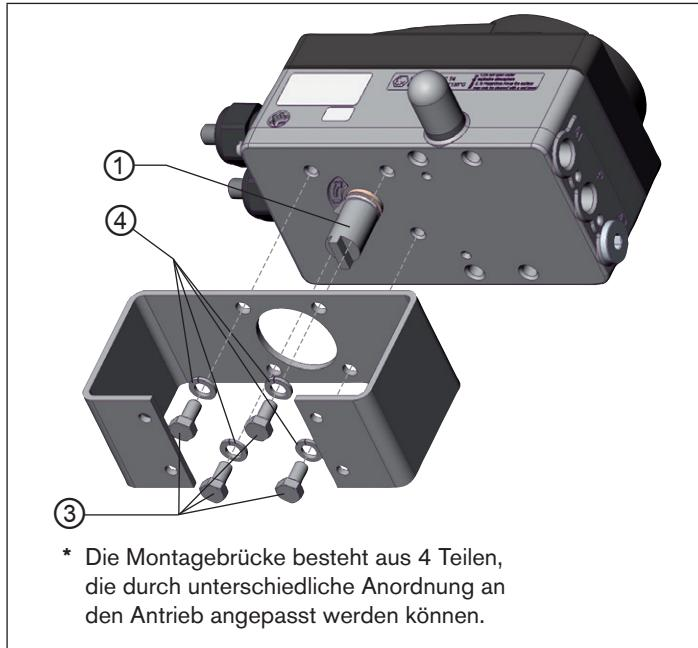

Bild 7: Montagebrücke befestigen (schematische Darstellung)
- Die Montagebrücke mit 4 Zylinderschrauben ③ und Feder-ringern ④ am Positioner befestigen (siehe „Bild 7“).